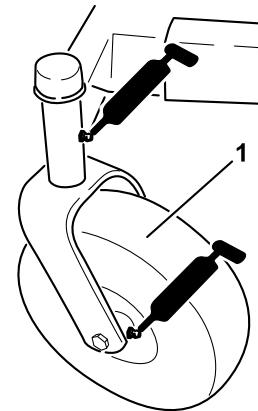
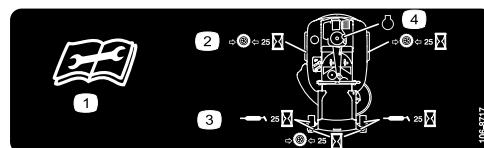

Bild 23
Bild 24
3. Reinigen Sie die Schmiernippel (Bild 23 und Bild 24) mit einem Lappen. Kratzen Sie bei Bedarf Farbe vorne von den Nippeln ab.
4. Setzen Sie die Fett presse nacheinander an allen Nippeln an (Bild 23 und Bild 24). Fetten Sie die Nippel, bis das Fett beginnt, aus den Lagern auszutreten.